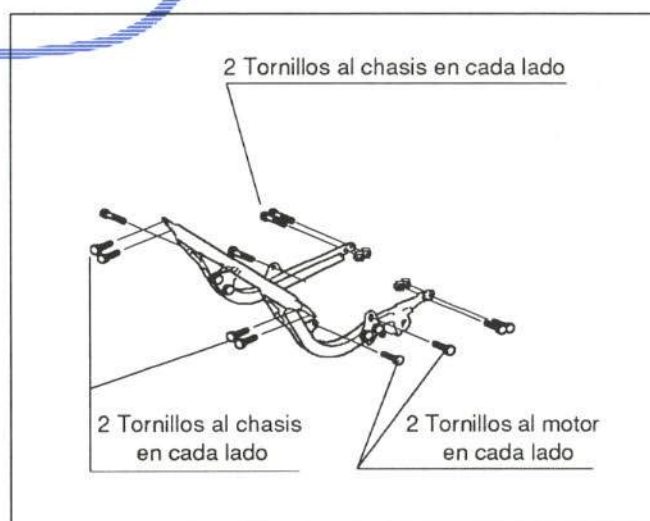

Figura 33.- Unión del subchasis
La unión de esta pieza se detalla en la figura 33.
- Subchasis (figura 33)
- Subchasis con pata de cabra (figura 33)